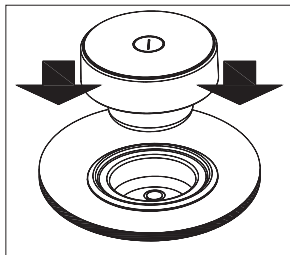

Рис. 3.
**!** Для выбора конфорки в данных моделях необходимо нажать на регулятор выбора зоны (3).
- 1 Вставьте регулятор (2) в рабочий корпус (см рисунок 3).
- 2 Нажмите на сенсорную клавишу «Вкл.» ① (1) и удерживайте ее не менее 1 секунды. Сенсорное управление станет активным и видимым, а внешнее кольцо будет светиться. Если какая-либо из варочных зон будет горячей, на соответствующем индикаторе (4) будет отображаться буква Н.